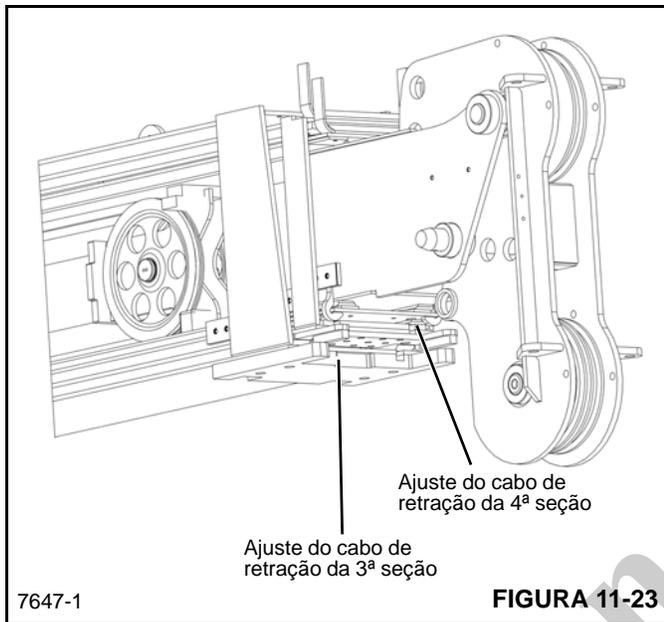

FIGURA 11-23
5. Aperte as porcas de retenção nos cabos de retração da 4ª seção com torque de 9,5 Nm (7 lb-pé). O ponto de ajuste do cabo está localizado em direção à frente da lança na parte inferior da 2ª seção. Use as partes chatas na frente das extremidades dos cabos para impedir que os cabos girem ao apertar as porcas retentoras (Figura 11-23).
lança na parte inferior da 1ª seção. Use as partes chatas na frente das extremidades dos cabos para impedir que os cabos girem ao apertar as porcas retentoras (Figura 11-23).